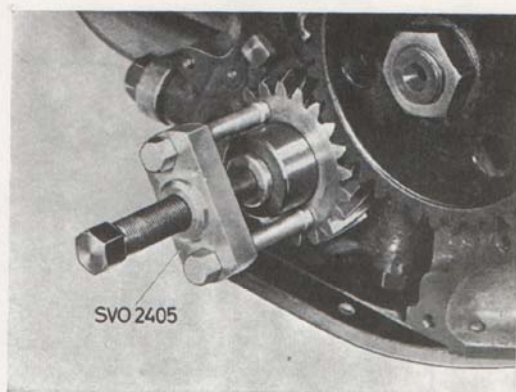
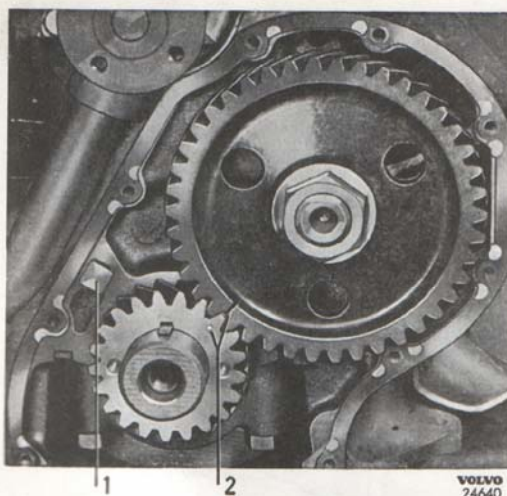

Bild 46. Demontering av vevaxeldrev
Bild 49. Märkning på transmissionsdrev
5. Drag av vevaxeldrevet med avdragare SVO 2405, bild 46. Skruva ur oljemunstycket, blås rent och montera det åter enligt bild 49. Hjulen erhåller smörjning av oljan från munstycket.
Kontrollera att hjulen får rätt inbördes läge enligt bild 49. Verktøget SVO 2407 har ett nyckelgrepp, avsett för vridning av vevaxeln.